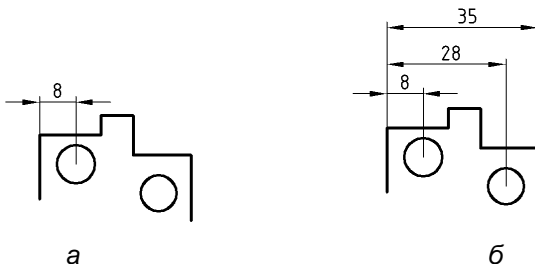

Рис. 51. Пример простановки базовых линейных размеров
2. Проставить нужный размер (рис. 51, а).
5. Нажать клавишу [ENTER] (рис. 51. б).